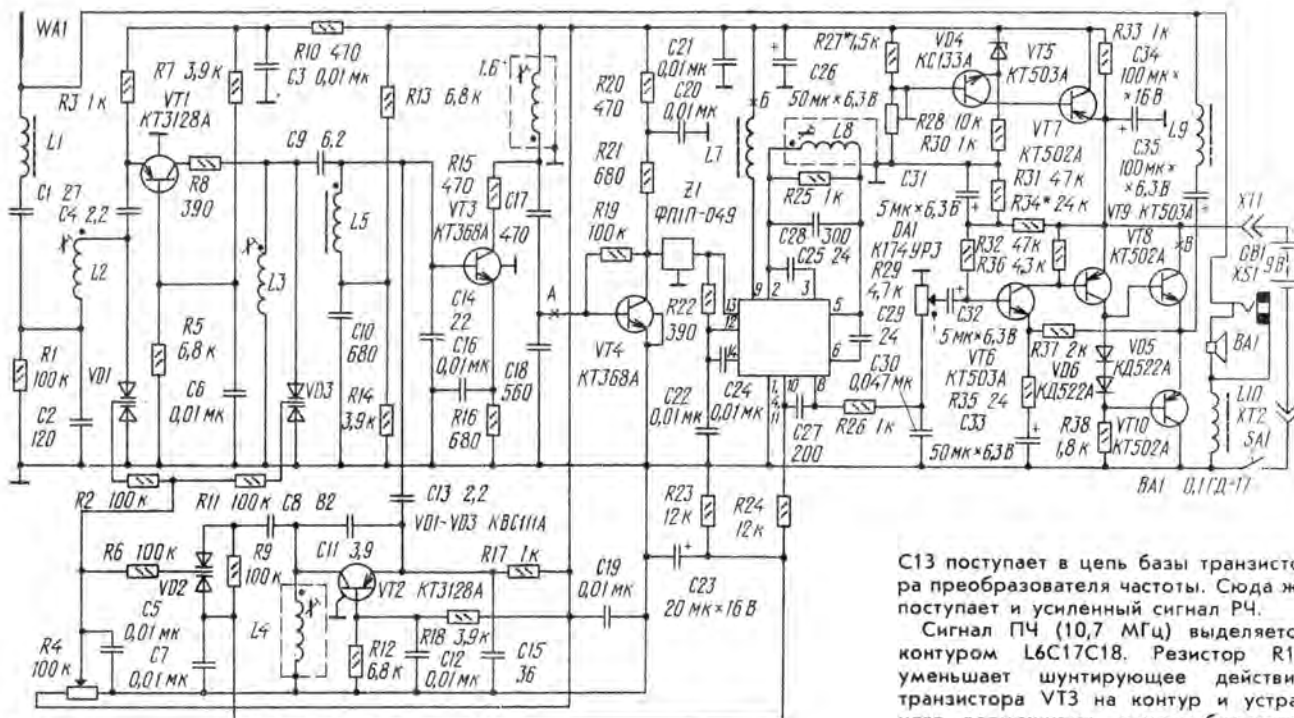

Рис. 1
**Принципиальная схема приемника** приведена на рис. 1. Он выполнен по супергетеродинной схеме. Относительная простота конструкции достигнута применением в тракте ПЧ пьезокерамического фильтра и специализированной микросхемы К174УРЗ, что позволило уменьшить число колебательных контуров и облегчить налаживание.